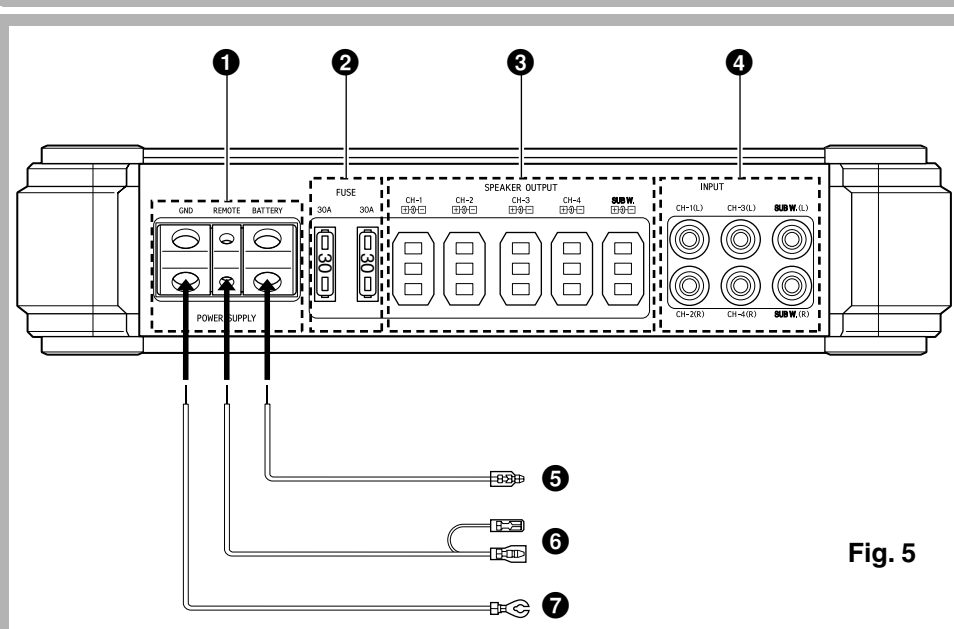
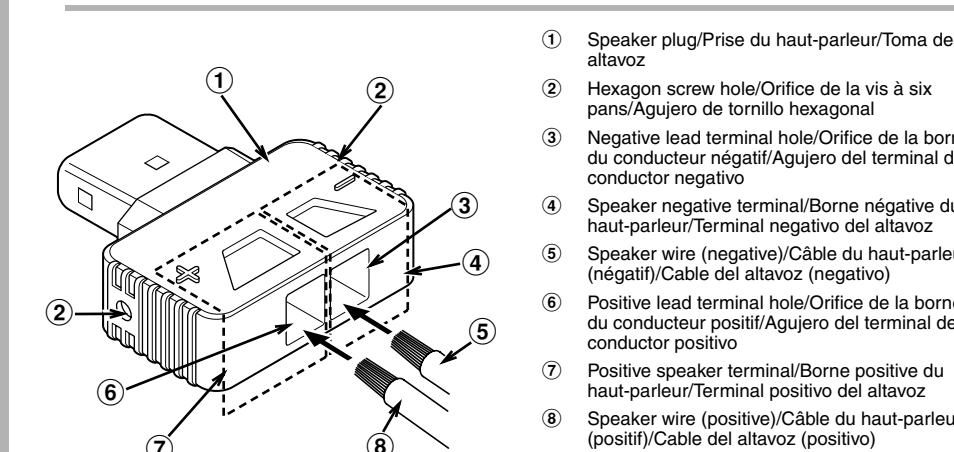

Fig. 5
Fig. 8
**CONNECTIONS (Fig. 5 - Fig. 8)**
**CONNEXIONS (Fig. 5 - Fig. 8)**